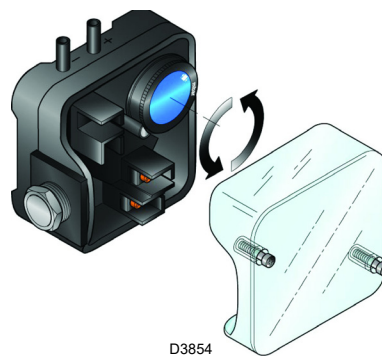

Fig. 30
- Regolare il pressostato aria (Fig. 30 a pag. 28) ad inizio scala.
Eeguire la regolazione del pressostato aria dopo aver effettuato tutte le altre regolazioni del bruciatore con il pressostato aria regolato a inizio scala (Fig. 30).